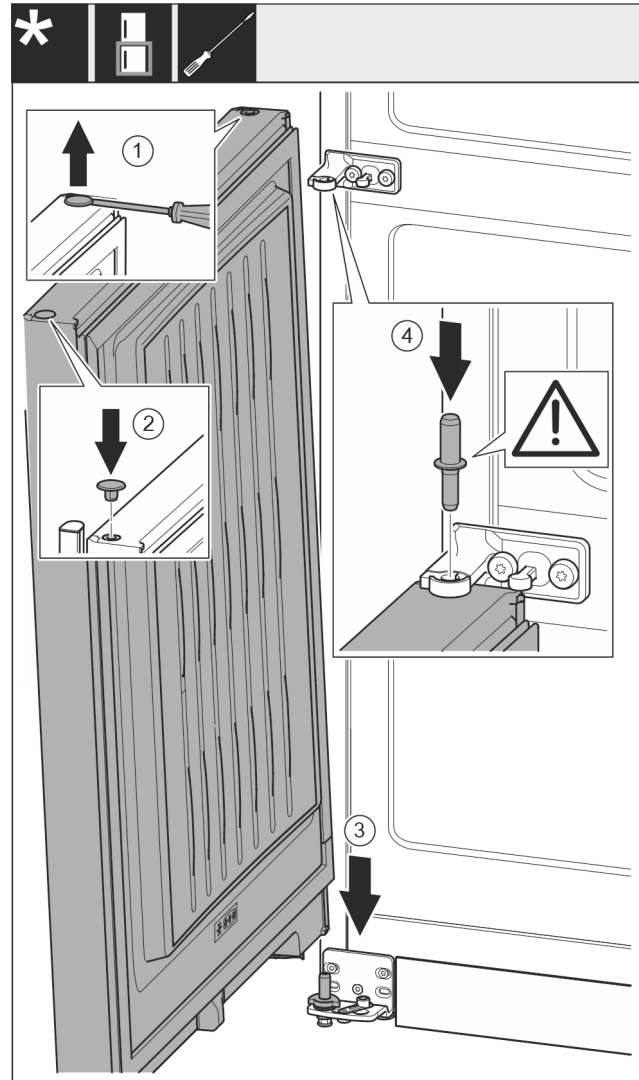

Fig. 22
- ▶ Stopfen Fig. 22 (1) vorsichtig mit einem Schlitzschraubendreher anheben und herausziehen.
- ▶ Stopfen Fig. 22 (2) auf der anderen Türseite wieder einsetzen.
- ▶ Tür Fig. 22 (3) von oben auf den unteren Lagerbolzen aufsetzen.
- ▶ Lagerbolzen Mitte Fig. 22 (4) durch Lagerbock Mitte in die untere Tür einsetzen. Dabei darauf achten, dass der Rastnocken nach hinten zeigt.